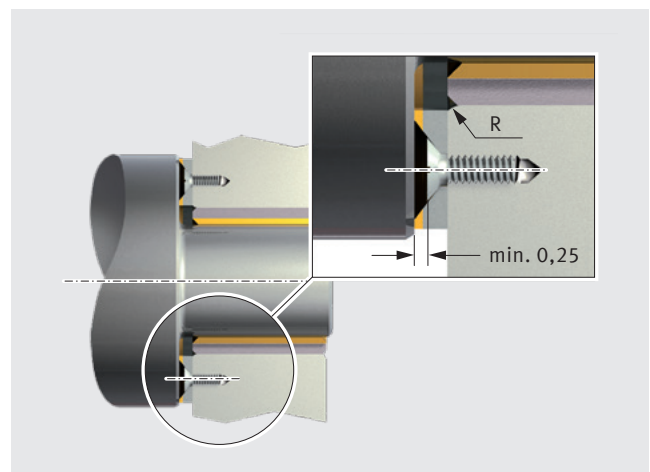

Fig. 42 : Fixation d'une rondelle de guidage PAW sans évidement dans le corps
- fixer avec plusieurs goupilles ou vis (Fig. 42).